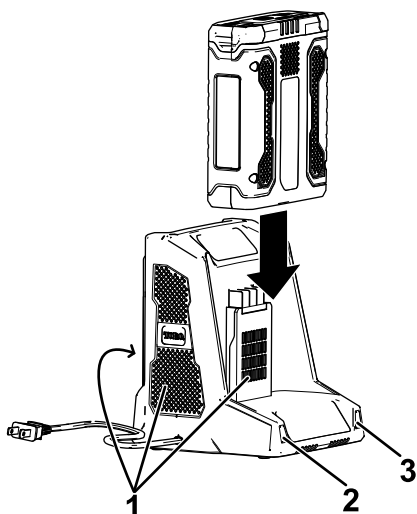

Figura 9
5. Introduzca la batería en el cargador hasta que esté completamente asentada (Figura 9).